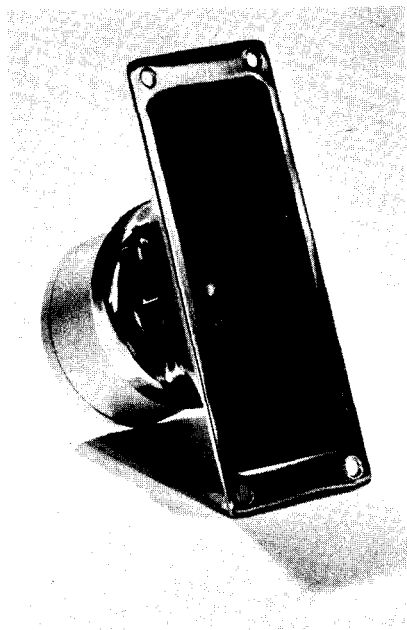

Fig. 39-12. Altavoz para agudos con una bocina adaptada (Electro-Voice).
**Tipos de altavoces.** Un solo altavoz puede producir una buena respuesta de frecuencia. Sin embargo, los sistemas de alta fidelidad emplean a menudo tres altavoces denominados: *altavoz para graves*, *altavoz para el registro medio* y *altavoz para agudos*. Con estos tres altavoces, se separan las frecuencias de entrada. Las bajas (20 Hz a 1 000 Hz) las maneja el altavoz para graves; las medias (800 Hz a 10 kHz), el altavoz para registro medio; y las altas (3.5 kHz a 20 kHz), el altavoz para agudos. Las altas frecuencias tienen poca dispersión o difusión. Por tal motivo, al altavoz para agudos se le adapta a menudo una pequeña bocina (Fig. 39-12). Una red *divisora* se emplea para separar las señales de entrada en las bandas de frecuencia para los altavoces. Estas redes, constituidas por capacitores e inductores (bobinas), alimentan las regiones correctas en frecuencia para cada uno de los altavoces.